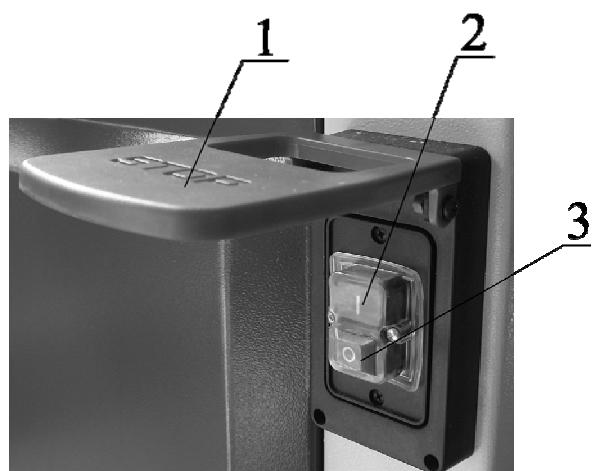

Рисунок 20.
Станок включается кнопкой 2 (1) и выключается кнопкой 3 (0). Кнопка (защитный кожух) 1 (СТОП) служит для аварийного выключения станка (см. рис. 20).